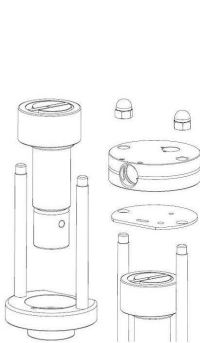

Abb. 20
- Nehmen Sie den Ventilkopf und die Steuerscheibe ab und ziehen Sie die Pumpe heraus. (Abb. 20)